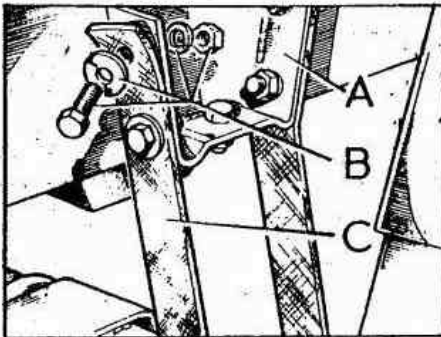

Fig. E -58 Correa de sujeción del eje (Modelo 88)
1.05. Apoyar el eje trasero sobre un gato y soltar las correas, C (Fig. E -58) por uno de sus extremos.